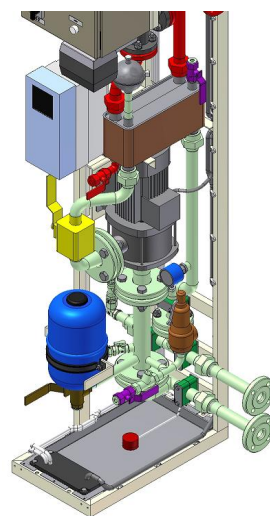

Рис. 3.1-8
- Клапаны V161–V162 открыты (фиолетовый цвет на рис. 3.1-8)
- Клапан V160 рычаг перед вами (коричневый цвет на рис. 3.1-8)
- Клапан V140 закрыты (желтый цвет на рис. 3.1-8)